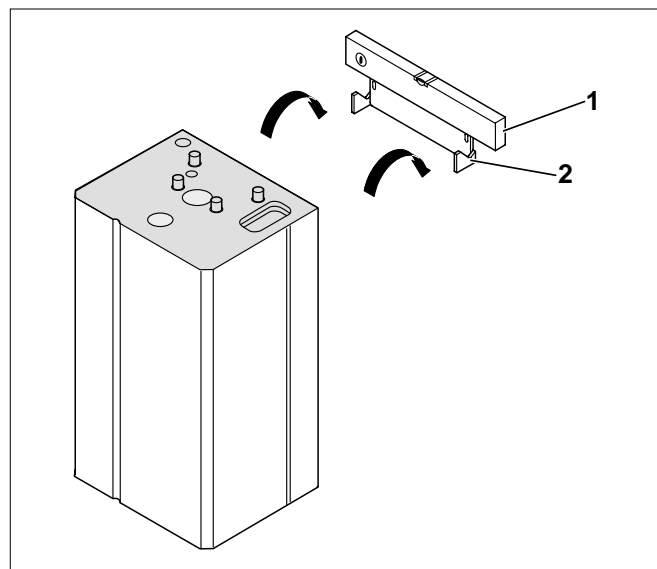

Fig. 6 Aggancio (collegamento in alto)
- Agganciare il corpo dell'accumulatore in conformità all'attacco sopra/sotto con entrambe le asole di aggancio ai ganci della mensola di supporto (Fig. 6).